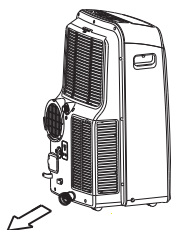

Abb.22
- Entfernen Sie den Stöpsel am Bodenwannen-Kondensatablauf, um das Wasser abzulassen (Abb. 22).